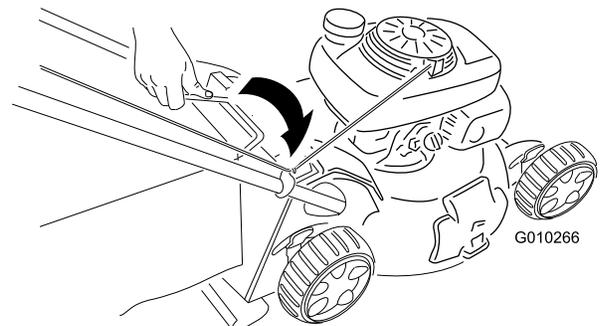
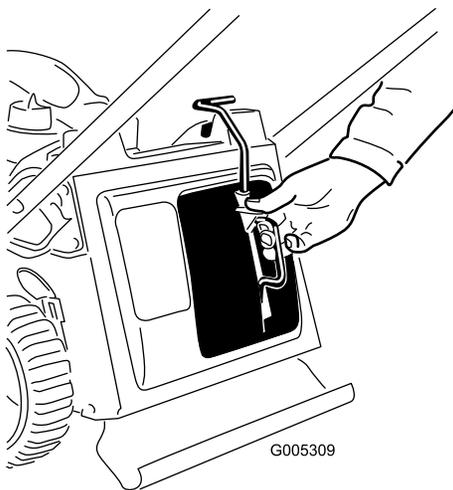

Figura 20
Figura 19
3. Apriete firmemente el pomo del manillar superior (Figura 19).
1. Instale el tapón de mulching (Figura 19) o la bolsa de recogida (Figura 20) en la máquina.